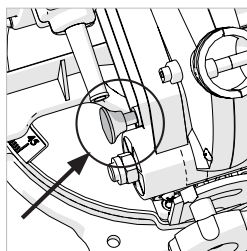

Рис. 15
- Убедитесь, что режущий блок заблокирован в нижнем положении и стопорный штифт вставлен в гнездо до упора (**рис. 15**).
- Снимите стопорный штифт (**рис. 15**) и позвольте режущему блоку занять верхнее положение.